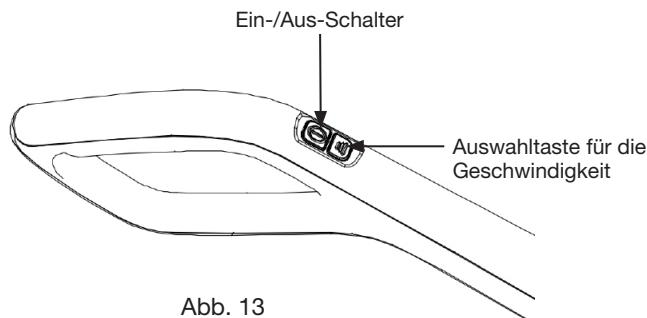

Abb. 13
1. Drücken Sie auf den Ein-/Aus-Schalter am Griff (Abb. 13). Das Gerät startet standardmäßig mit hoher Geschwindigkeit und die Ladeanzeige leuchtet blau.
2. Drücke Sie auf die Auswahltaste für die Geschwindigkeit zur Einstellung der langsamen Geschwindigkeit (Abb. 13). Drücken Sie noch einmal auf die Taste, um die hohe Geschwindigkeit einzustellen. Die Akkulaufzeit bei langsamer Geschwindigkeit beträgt 60 Minuten, bei schneller Geschwindigkeit 30 Minuten.